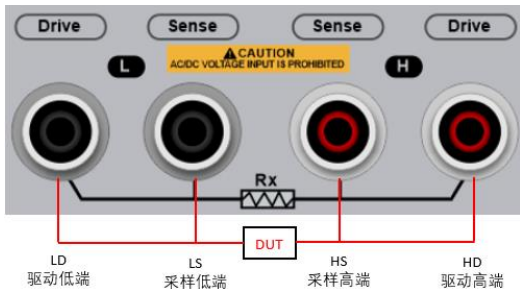

图 4-4 自动化设备测试电缆接线方式示意图
- 第 1 步** 将开尔文测试线的测试夹尖嘴端如图 4-4 所示交叉叠放。注意：应将测试夹具的带▲标识端夹在一起，不带▲标识端夹在一起；此时 LCD 屏显示的底数应接近于 0。若测试线夹子接反，测试线数据将变化很大，或显示较大负电阻值；此时再将测试夹反接，即可获得正确的底数。